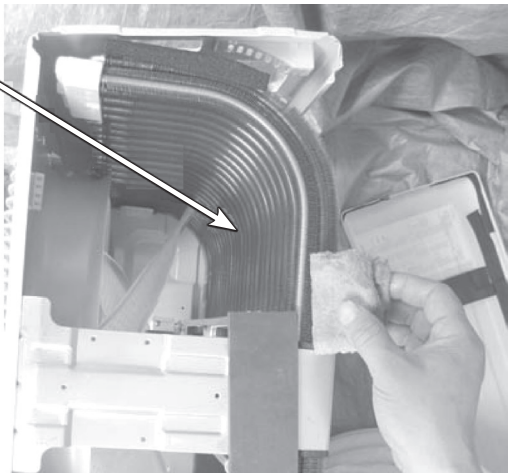

图 5-78 蒸发器查漏
6) 检查蒸发器和室外机管道也没有漏点, 如图 5-78 所示。